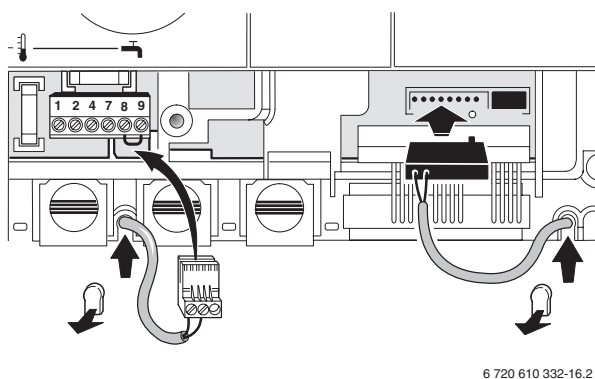

Рисунок 24
- ▶ применять датчик температуры бака горячей воды SF 3, № заказа 8 714 500 034 (диаметр датчика 6 мм). Рисунок 24.